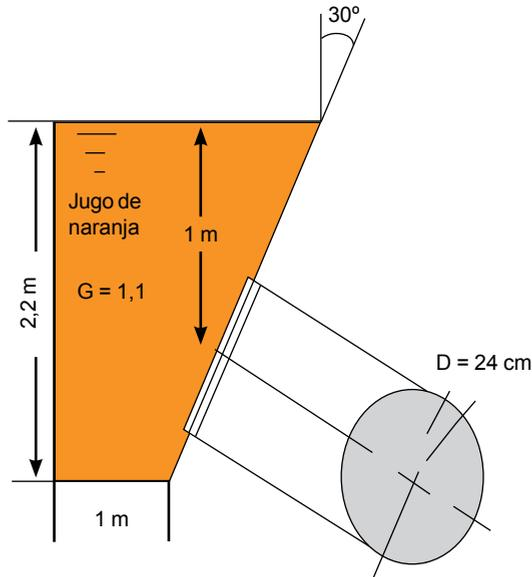

Figura 19. Problema d.
- d) La figura 19 muestra un tanque de almacenamiento de jugo de naranja. Calcule la magnitud de la fuerza total sobre el portillo circular: